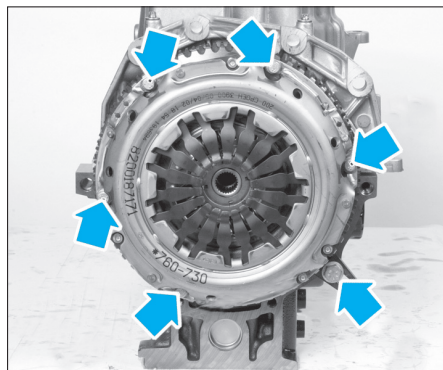

FIG. 1
- Desserrer progressivement et par passes successives les vis de fixation du mécanisme (Fig.1).